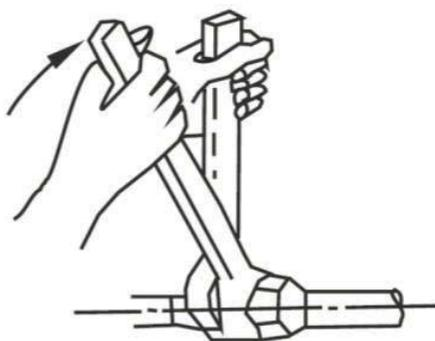

图2-16 扳手拧紧示意图
3) 紧固螺母对准连接配管，用手拧紧连接螺母，然后用扳手按图 2-16 所示拧紧